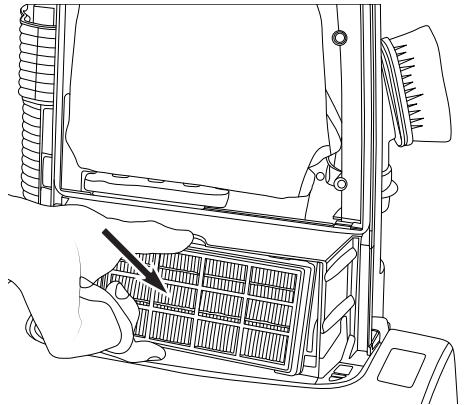

Fig. 2
2. Enlevez le filtre d'échappement HEPA situé sur le devant du compartiment à sac. (Fig. 2)